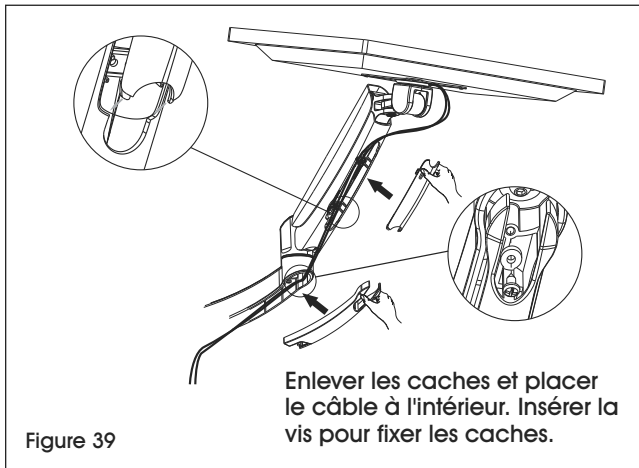

Figure 39
1. Si vous souhaitez retirer les caches, utilisez un tournevis cruciforme pour extraire les deux vis maintenant les caches au bras de moniteur. Ceci permet à l'utilisateur de faire glisser les câbles à travers les caches. Une fois cette opération effectuée, fixez à nouveau les caches au bras de moniteur à l'aide de vis cruciformes. (Voir Figure 39)